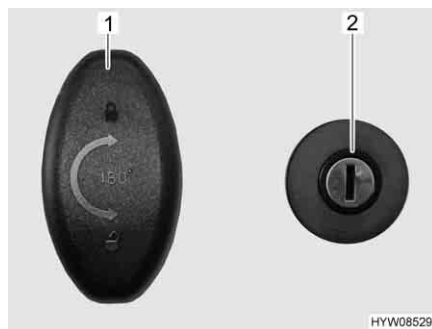

Fig. 43 Serratura della porta (porta del garage)
- Inserire la chiave nel cilindro della serratura (Fig. 43,2) e ruotare in senso orario. La chiusura centralizzata è sbloccata.
- Girare la la maniglia della serratura (Fig. 43,1) in senso antiorario di un mezzo giro e aprire la porta del garage.
- Girare la la maniglia della serratura (Fig. 43,1) in senso antiorario di un mezzo giro.
- Inserire la chiave nel cilindro della serratura (Fig. 43,2) e ruotare in senso antiorario. La chiusura centralizzata è bloccata.